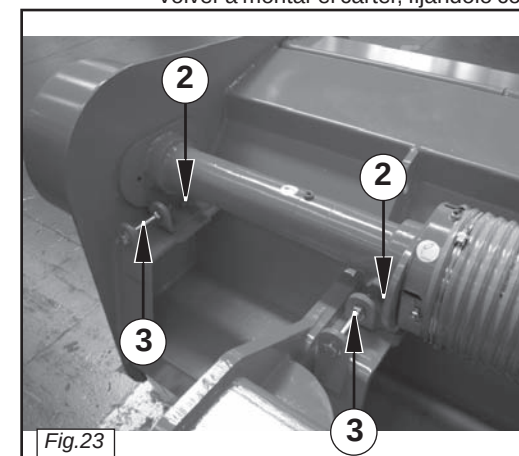

Fig. 23
- Allentare le viti che fissano le prolunghe alla carpenteria (2 Fig. 23).
- Andare ad agire sulle due viti di registro (3 Fig. 23) facendo in modo che le cinghie raggiungano la corretta tensione.
- Loosen the bolt that fix the spacers to the structure (2 Fig. 23).
- Work on the two adjuster screws (3 Fig. 23) in order to correctly tighten the belts.
- Desserrer le vis qui fixent les entretoises à la charpente (2 Fig. 23).
- Agir sur les deux vis de réglage (3 Fig. 23) en faisant en sorte que les courroies atteignent la tension souhaitée ;
- Die Schraub lockern, die die Distanztuecken an den Stahlteilen befestigen (2 Abb. 23).
- Die beiden Schrauben der Einstellvorrichtung (3 Abb. 23) so einstellen, daß die Riemen korrekt gespannt werden.
- Aflojar lo tornillo que fijan los distanciadores al armazón (2 Fig. 23).
- Con los dos tornillos de regulación (3 Fig. 23), tensar correctamente las correas.